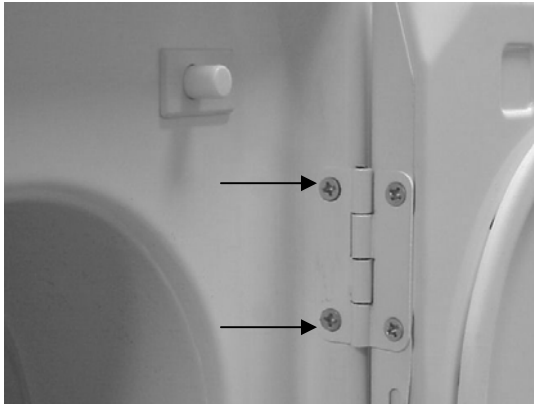

Figure 2
2. Détendez les quatre (4) vis qui tiennent la charnière au Panneau Frontal. (Figure 2). Pour de meilleurs résultats, enlevez seulement une des vis. Enlevez ensuite les deux restants, entretemps prenez la porte fermement, pour éviter qu'il tombe et cause des dégats à la charnière, le Panneau Frontal ou à la Porte. Après avoir détendu les vis restantes, enlevez les complètement.